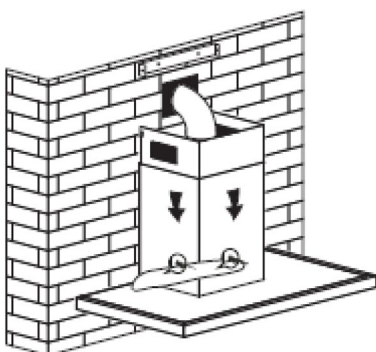

Figure 5
5. Posez la hotte sur le crochet. Ajustez ensuite la position et fixez le corps avec des vis de sécurité. Remarque : Les deux événements de sécurité sont positionnés à l'arrière du boîtier, avec un diamètre de 6 mm. Voir fig. 5 et 6.